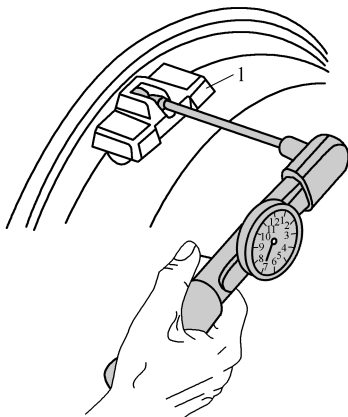

图 5-2-10 将车轮电子装置压到胎圈中
(3) 将车轮电子装置 1 压到胎圈中，然后在气门后面用微密封螺栓拧紧，如图 5-2-10 所示。